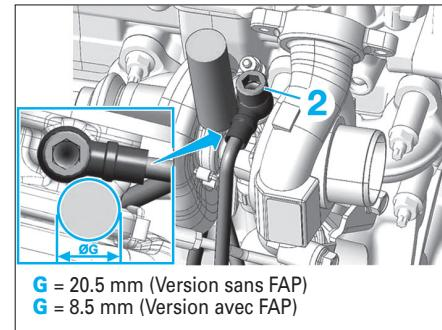

Fig. 68
- A l'aide de pâge, serrer les vis (1) et (2) (Fig.68) et (Fig.69).